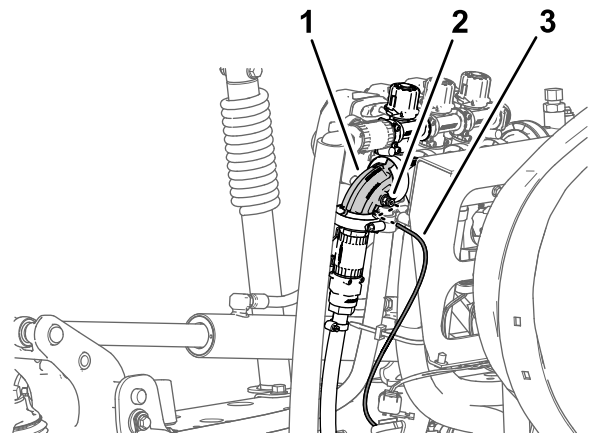

Bild 28
1. Drücken Sie den Stellring für die Schlauchkupplung in den 90°-Krümmer des rechten Sprühabschnittventils hinein (Bild 28).
2. Ziehen Sie den Druckmessschlauch für das Messgerät am Armaturenbrett aus der Schlauchkupplung (Bild 28).